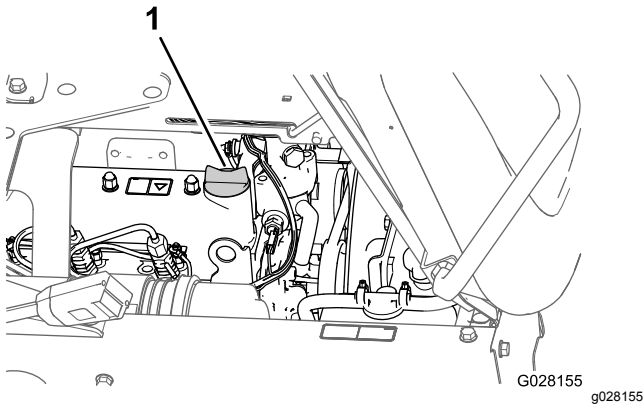

Bild 52
5. Nehmen Sie den Öfülldeckel vom Füllstutzen an der Ventilabdeckung des Motors (Bild 52) ab und gießen Sie ungefähr 80 % der angegebenen Ölmenge langsam in den Füllstutzen.
8. Setzen Sie den Öfülldeckel auf den Füllstutzen (Bild 52).